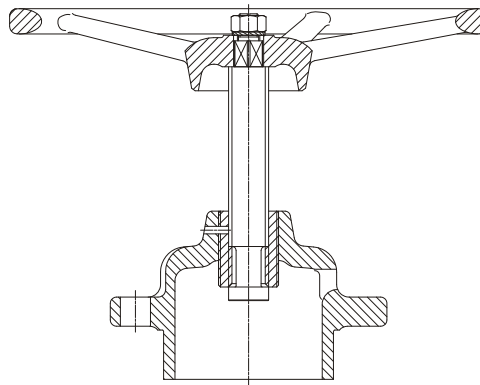

Bild 6
- *Einspannen des Oberteiles im Schraubstock u. herausdrehen der Gewindebuchse unter Verwendung von Spindel u. Handrad (siehe Seite 11 Bild 6)*